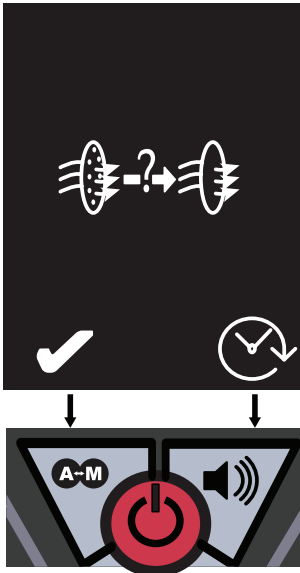

Fig. 15: Conferma della sostituzione del filtro
- ⇨ Viene visualizzata la schermata di conferma della sostituzione del filtro (vedi Fig. 15).